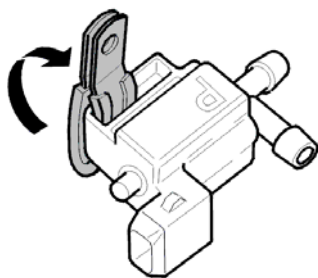

Abb. 7
- Neuen Halter mit Gummiisolierung am Taktventil anbringen (Abb. 7).